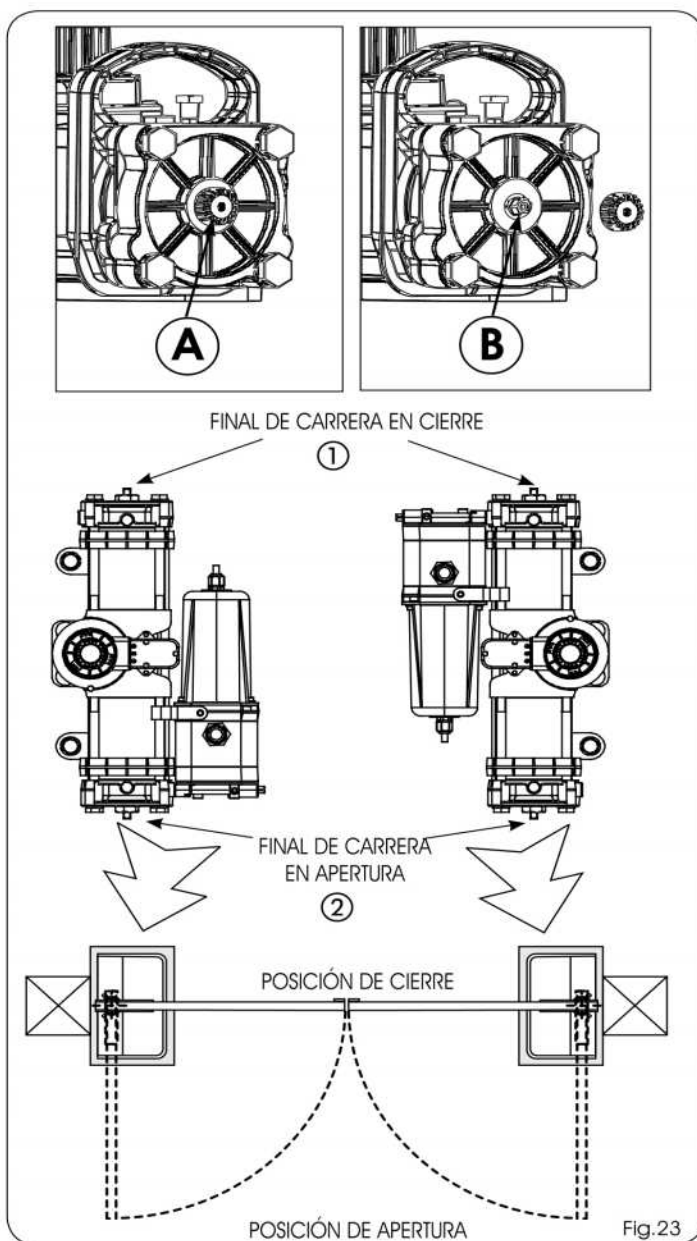

Fig.23
- 3) Destornille el tapón (Fig.23 ref. A) del tornillo de final de carrera en cierre (Fig.23 ref ①)
- 5) Atornille el tapón (Fig.23 ref.A) del tornillo de final de carrera.
- 7) Destornille el tapón (Fig.23 ref.A) del tornillo de final de carrera de apertura (Fig.23 ref.②).
- 8) DESTORNILLE el tornillo (Fig.23 ref.B) de final de carrera en apertura (Fig.23 ref. ②), hasta que la hoja dé señales de movimiento.